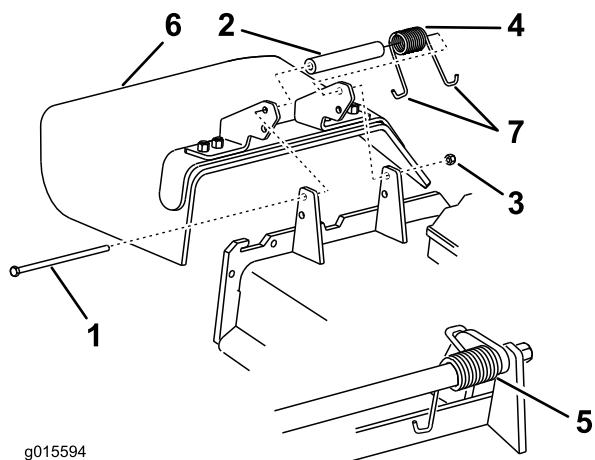

Figura 62
**Nota:** Verificate che un'estremità **J** della molla si trovi dietro il bordo del piatto di taglio prima di montare il bullone, come illustrato nella Figura 62
6. Infilate un'estremità a gancio **J** della molla attorno al deflettore dello sfalcio (Figura 62).
1. Togliete il dado di bloccaggio, il bullone, la molla e il distanziale che fissano il deflettore alle staffe orientabili del tosaerba (Figura 62).